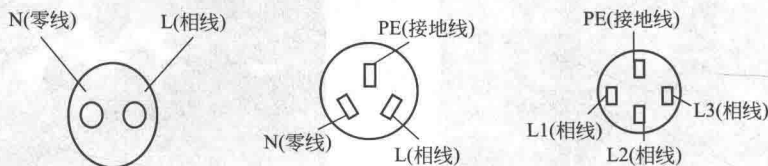

图 1-28 测量插座
④ 用验电笔分别测量墙壁上照明的两孔插座、三孔插座和四孔插座观察氖管的发光情况如图 1-28 所示,结果填入表 1-1 中。